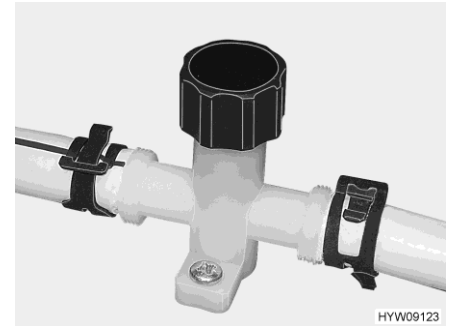

Fig. 172 Robinet de vidange (conduite d'eau)
- Fermer les robinets de vidange. Tourner pour cela le capuchon du robinet de vidange (Fig. 172) dans le sens des aiguilles d'une montre.